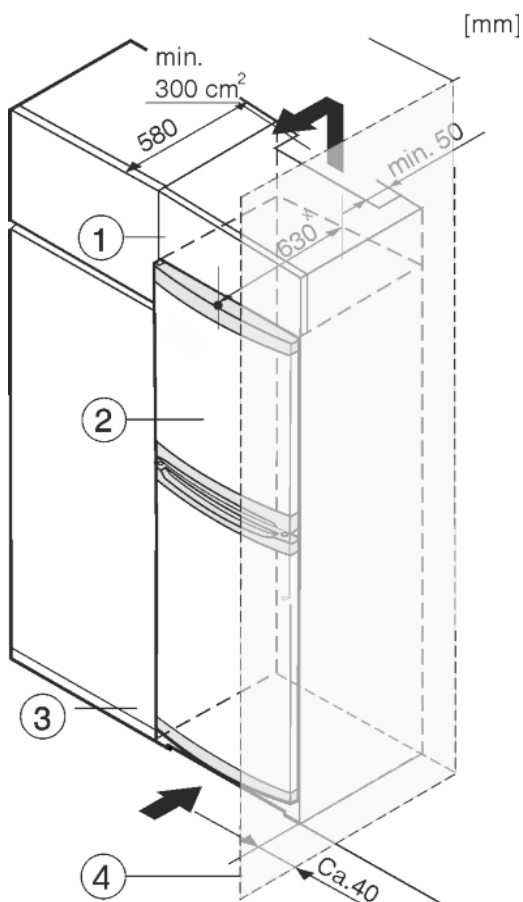

Fig. 8
- (1) Pealepandav kapp (3) Köögikapp
(2) Seade (4) Sein
Seadet on võimalik köögikappidega ümbritseda. Kohandamiseks seadet Fig. 8 (2) köögitasapinna kõrgusele, saab seadme kohale paigaldada pealiskapi Fig. 8 (1).
Köögikappidesse sisseehitamisel (sügavus max 580 mm) võib seadme vahetult köögikapi Fig. 8 (3) kõrvale üles panna. Seade ulatub 34 mm * ja seadme keskkohast 50 mm * köögikapi esiküljest ettepoole.
Kui seade paigaldatakse šarniiridega seinale Fig. 8 (4) lähedale, siis peab seadme ja seina vahele jääma vähemalt 40 mm. See vastab käepideme üleulatusel avatud ukse korral.